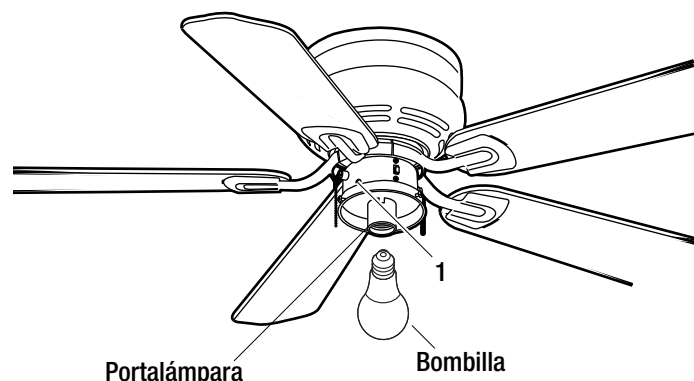

Figura 15
- Instale una bombilla (máx. 9.5W, LED, base de tornillo mediano) al portalámpara (Figura 15).